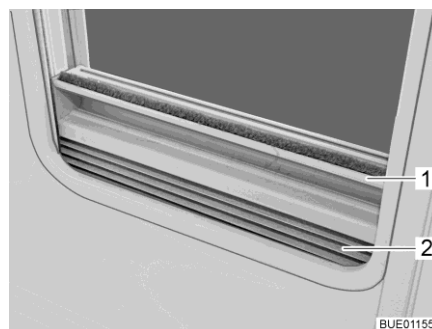

Fig. 52 Dispositif occultant plissé
- Saisir le dispositif occultant plissé (Fig. 52,2) par le centre de la barre-poignée (Fig. 52,1), le tirer du bas vers le haut et le relâcher à la hauteur voulue. Le dispositif occultant plissé reste alors à cette hauteur.